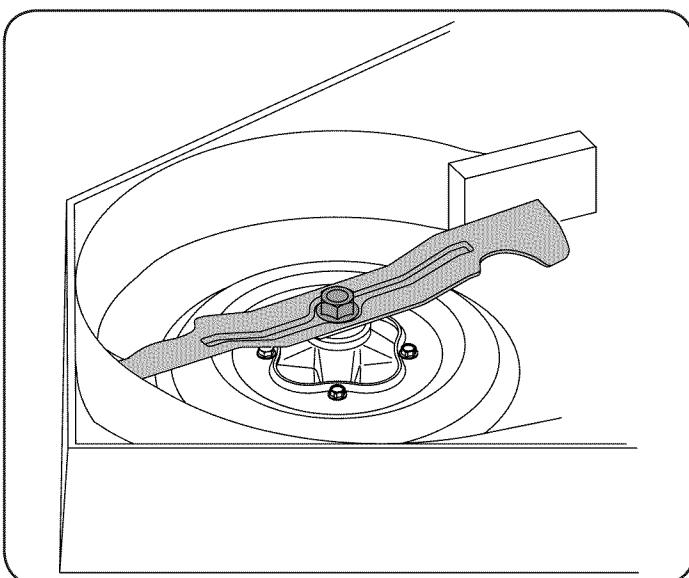

Figura 40
- Use una llave de 1- $\frac{1}{8}$ " para sostener la tuerca hexagonal en la parte superior del conjunto del husillo cuando afloje la tuerca hexagonal que fija la cuchilla. Se puede colocar un bloque de madera entre el alojamiento de la plataforma y el borde de corte de la cuchilla para ayudar a aflojar la tuerca hexagonal que fija la cuchilla. Vea la Figura 40.